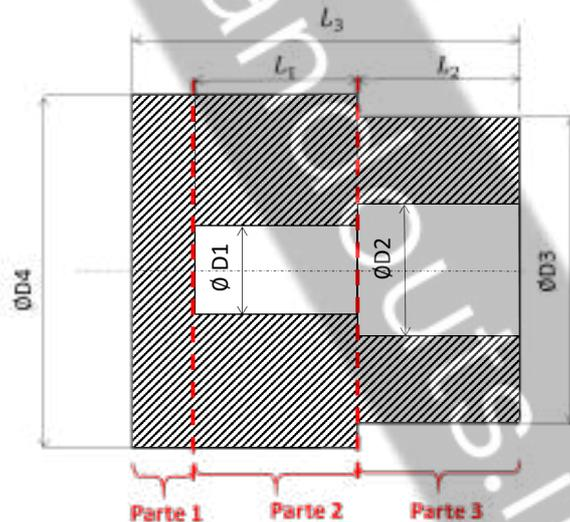

Figura 1 - Sezione del grezzo.
In figura 1 è rappresentata la sezione del grezzo di un oggetto prodotto mediante un processo di fonderia in forma transitoria (per semplicità non sono stati rappresentati raggi di raccordo e angoli di sforno). Dati geometrici: $D_1 = 50 \text{ mm}$, $D_2 = 80 \text{ mm}$, $D_3 = 200 \text{ mm}$, $D_4 = 230 \text{ mm}$, $L_1 = 120 \text{ mm}$, $L_2 = 120 \text{ mm}$, $L_3 = 290 \text{ mm}$.
- Ai fini dell'identificazione della direzione di solidificazione, si calcoli il modulo termico della parte 3 (suddivisione indicata in figura 1).